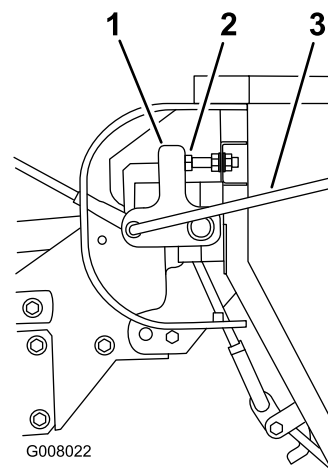
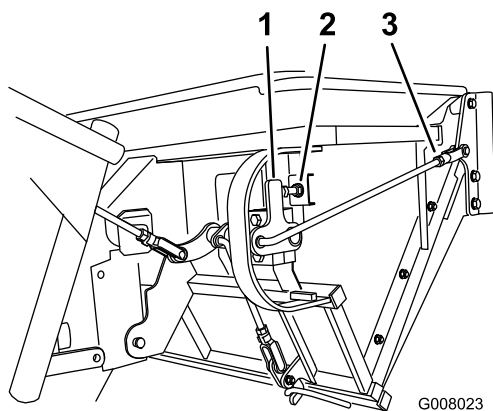

Figure 38
Figure 39
3. Fermez le volet, desserrez les écrous et ajustez les boulons d'arrêt afin que le bras de contact soit droit et vertical (Figure 38 et Figure 39).
4. Réglez la longueur des biellettes d'articulation pour assurer la fermeture complète du volet et à exercer une force raisonnable sur la poignée (Figure 38 et Figure 39).